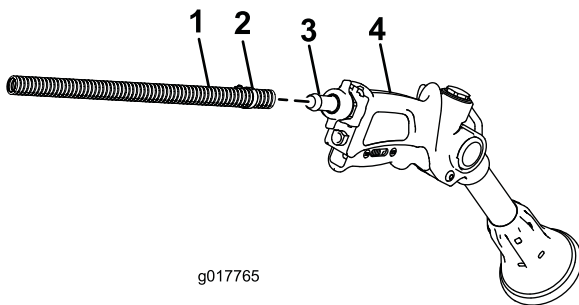

Figure 18
2. Connectez l'extrémité libre du long flexible au raccord du pistolet pulvérisateur (Figure 18).